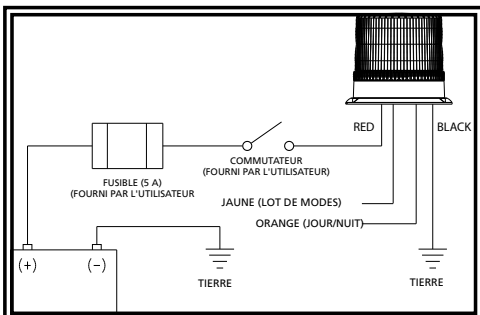

Figure 3
5. Reliez les câbles d'alimentation comme indiqué dans la section sur le câblage (voir Figure 3).
Le raccordement de cette configuration est tel que présenté dans la figure 3 ci-dessous. Tous les câblages doivent être d'un minimum de 18 AWG. La ligne positive doit disposer d'un fusible 5 ampères, tel que décrit. Il est possible d'employer un interrupteur pour contrôler la fonction d'allumage et d'arrêt.